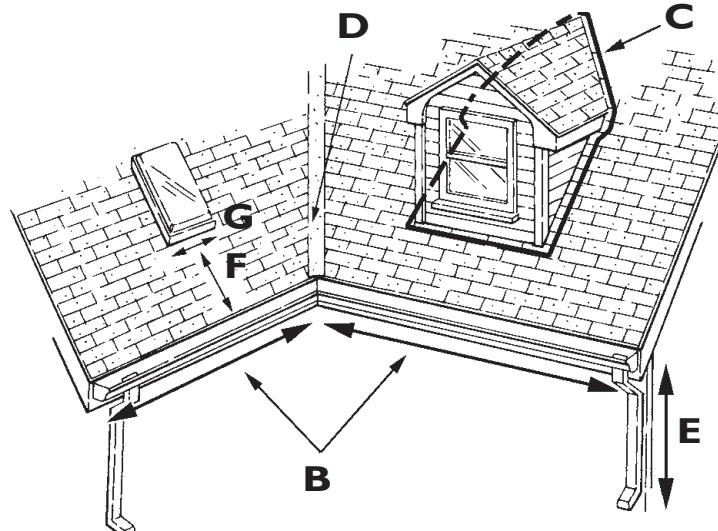

Figure B-3. Roof Measurements
**STEP 1.** For each area listed in Table B-5, measure the required dimensions (see Figure B-1 on page 20 and Figure B-3) and calculate the length of cable needed. Add each “area” calculation to determine the total cable length needed.
Cet exemple montre comment évaluer la longueur de câble nécessaire pour une section du toit qui pose un problème limité. Pour ce toit, il est préférable de traiter seulement la section qui pose problème au-dessous du puits de lumière (Voir Figure B-3 à la page 45).